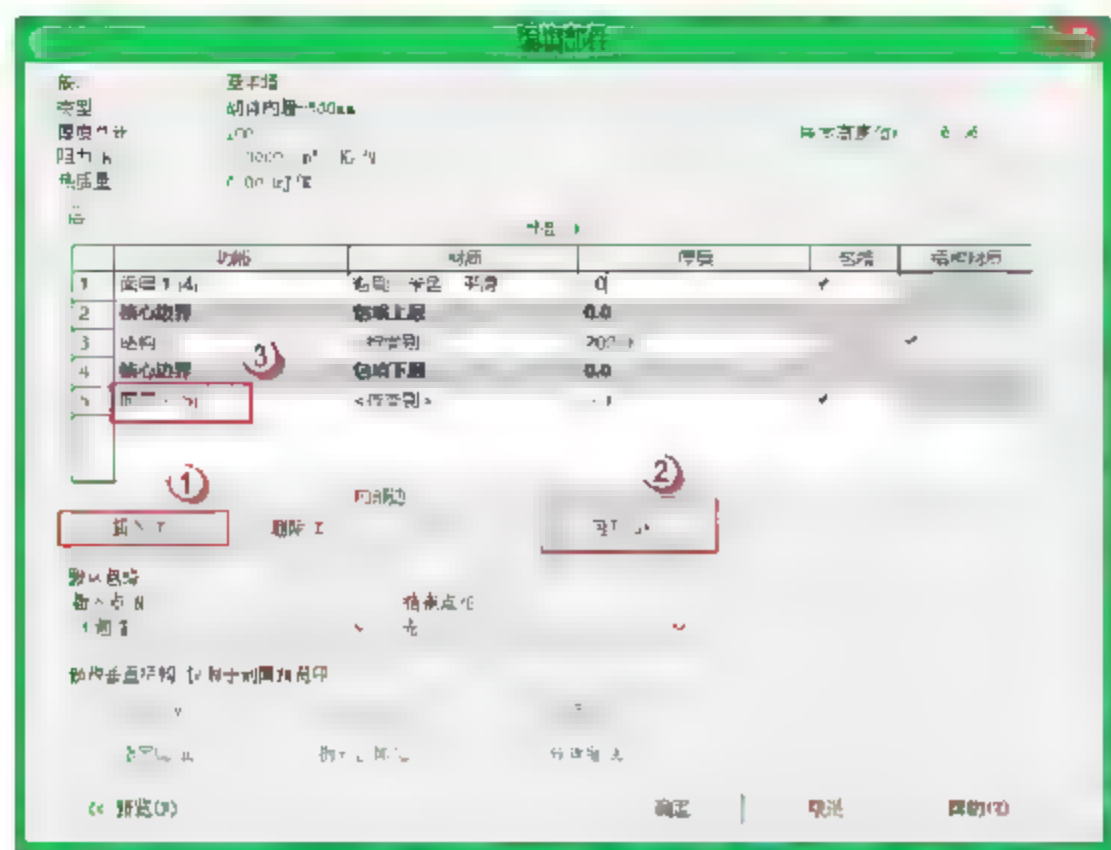

图 10.2.25 添加“面层 2 [5]”功能
(4) 编辑“面层 1 [4]”材质。在“编辑部件”对话框中单击“面层 1 [4]”对应的“材质”单元格右上角的“浏览”按钮，在弹出的“材质浏览器”对话框中，选择“AEC 材质”→“其他”→“粉刷，米色，平滑”命令，将其填充图案改为“松散-砂浆/粉刷”，单击“确定”按钮返回“编辑部件”对话框。然后在“编辑部件”对话框中将其对应的厚度改为“10mm”。
(5) 添加“面层 2 [5]”功能。在“编辑部件”对话框中选择“结构[1]”，单击“插入”→“向下”按钮，在“功能”参数下将“结构[1]”改为“面层 2 [5]”，如图 10.2.25 所示。
(6) 编辑“面层 2 [5]”材质。在“编辑部件”对话框中单击“面层 2 [5]”对应的“材质”单元格右上角的“浏览”按钮，在弹出的“材质浏览器”对话框中，选择“AEC 材质”→“其他”→“粉刷，米色，平滑”选项，将其填充图案改为“松散-砂浆/粉刷”，单击“确定”按钮返回“编辑部件”对话框。然后在“编辑部件”对话框中将其对应的厚度改为“10mm”。
(7) 编辑“结构[1]”材质。在“编辑部件”对话框中单击“结构[1]”对应的“材质”